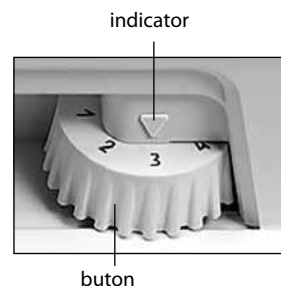

Figura 4 – Buton
La prima conectare se recomandă să efectuați următoarele: deschideți ușa și fixați butonul la diviziunea „3” sau „4” sub indicator în conformitate cu figura 4 și întrerupătorul – la indicele „0”. Apoi închideți ușa congelatorului.
**2.3.1** Reglarea temperaturii în congelator se efectuează cu ajutorul butonului în conformitate cu figura 4. În cazul dacă după ajustarea sau schimbarea condițiilor de exploatare compresorul a început să